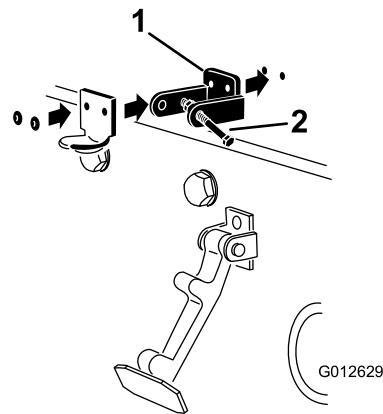

Bild 24
6. Nieten Sie die Halterungen und Scheiben an die Haube (Bild 24).